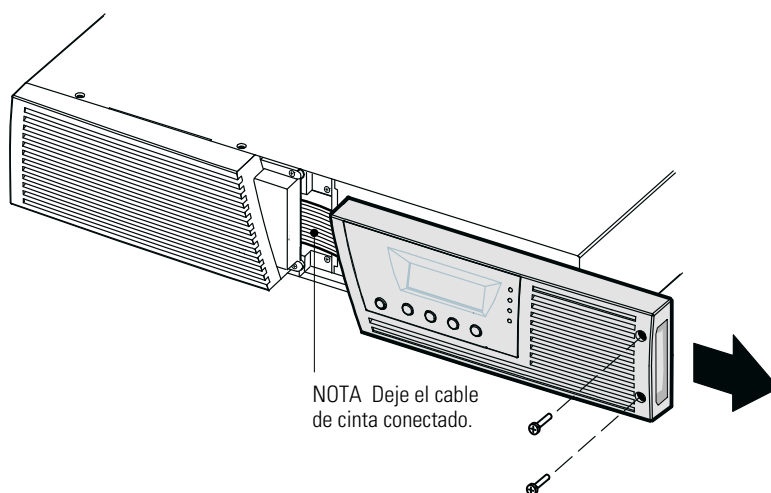

Figura 23. Extracción de la cubierta derecha frontal del SAI
1. Retire la cubierta derecha frontal del SAI (consulte Figura 23).